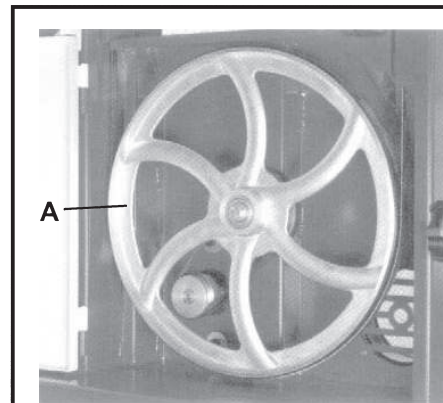

Fig. 10
1. Desserrez la vis (A, Fig.10), placez la courroie dans la gorge ☐